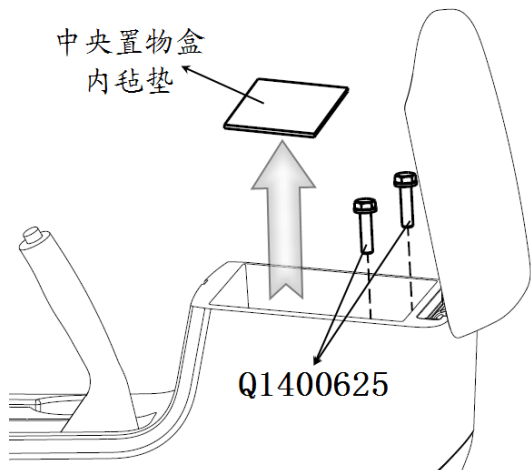

图6-2-8 副仪表板固定螺栓的拆卸
(3) 从储物盒中取出中央置物盒内毡垫，用长柄10号六角套筒将固定副仪表板本体与地板的两个螺栓(Q1400625六角头螺栓和平垫圈组合件)松开并取出螺栓，再将扶手放回到原来状态。如图6-2-8所示；